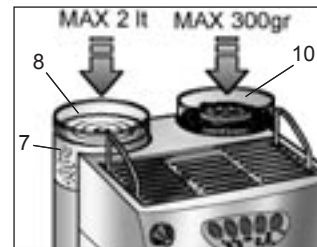

Fig. 3
Togliere il coperchio (10) Fig. 3, riempire il contenitore con il caffè in grani (300 gr. circa) e quindi rimettere il coperchio. **Non introdurre mai nel contenitore sostanze diverse dal caffè in grani. Si potrebbero causare gravi danni all'apparecchio.**
Estrarre il serbatoio acqua (7) Fig. 3, dalla macchina e, dopo aver tolto il coperchio (8), riempirlo con acqua fredda (2 l circa). Una valvola sul fondo impedisce la fuoriuscita dell'acqua.